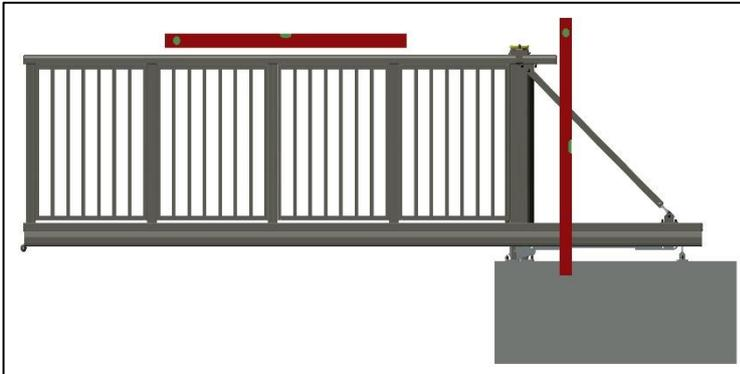

Abbildung 12: Tor einrichten
1. Tor in senkrechte Position bringen, im Lot ausrichten und mit der Wasserwaage überprüfen. Siehe *Abbildung 12: Tor einrichten*.